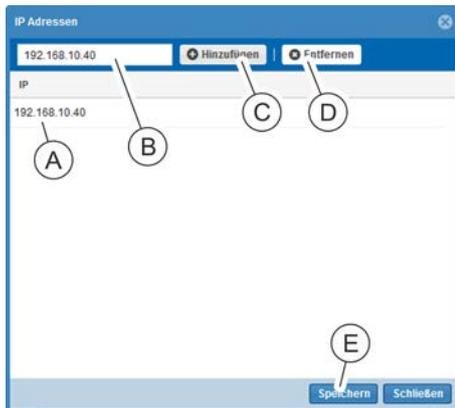

Abb. 231: Fenster "IP Adressen"
⇒ Es öffnet sich das Fenster "IP Adressen" (Abb. 231).
7. ➤ Im Textfeld eine IP-Adresse (Abb. 231/ⓐ) eingeben und über die Schaltfläche „Hinzufügen“ (Abb. 231/ⓒ) der Liste (Abb. 231/ⓐ) hinzufügen.
8. ➤ Bei Bedarf eine IP-Adresse aus der Liste markieren (Abb. 231/ⓐ) und über „Entfernen“ (Abb. 231/ⓓ) aus der Liste löschen.
9. ➤ Nach erfolgter Eingabe das Fenster "IP Adressen" über die Schaltfläche „Speichern“ (Abb. 231/ⓔ) schließen.